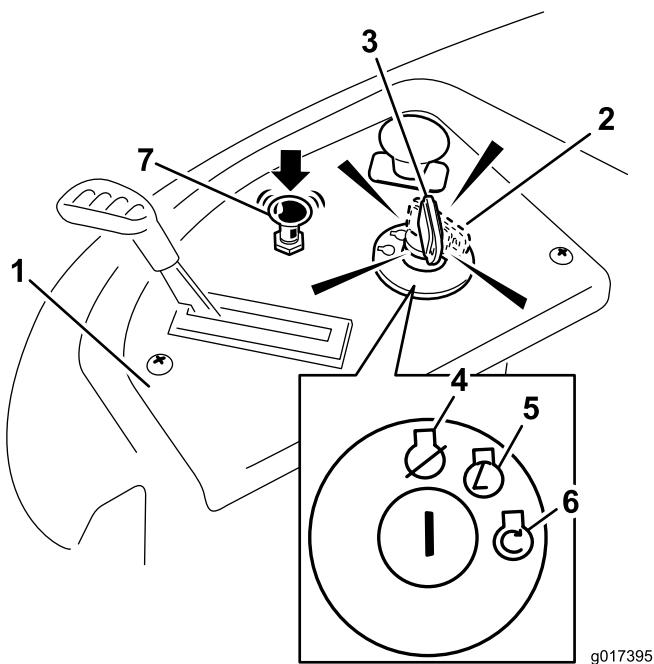

Figure 14
4. Tournez la clé de contact en position de démarrage pour activer le démarreur. Relâchez la clé quand le moteur démarre (Figure 14).
- 5. Lorsque le moteur démarre, appuyez sur la commande de starter (Figure 14). Si le moteur cale ou hésite, tirez la commande de starter et faites tourner le moteur quelques secondes. Appuyez ensuite sur la commande de starter. Répétez l'opération si nécessaire.
3. Tournez la clé de contact à la position contact coupé (Figure 14) et enlevez-la.